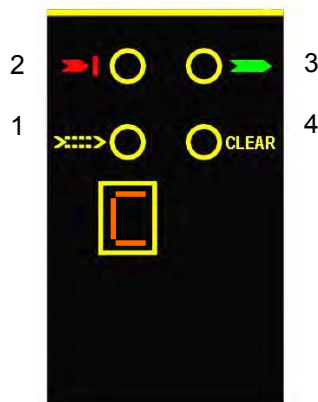

Figura 9
I simboli visualizzati sul display a 7 segmenti e i led presenti sull'elemento attivo, vengono visualizzati a seconda della fase di funzionamento del sistema. Fare riferimento alle tabelle seguenti per identificare le differenti segnalazioni. (rif. Figura 9)
- Controllare che muovendo l'oggetto di prova in prossimità dei due raggi, il led rosso 2 (Figura 9) si accenda.
In caso di accensione del led arancione di segnale debole sull'elemento attivo, (led 1 in Figura 9) è necessario verificare: